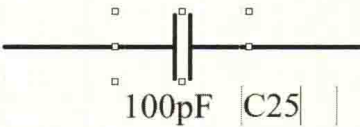

图 1-23 使能放置编辑
- (3) Enable In-Place Editing（使能放置编辑）：开启此项设置之后，如图 1-23 所示，可以